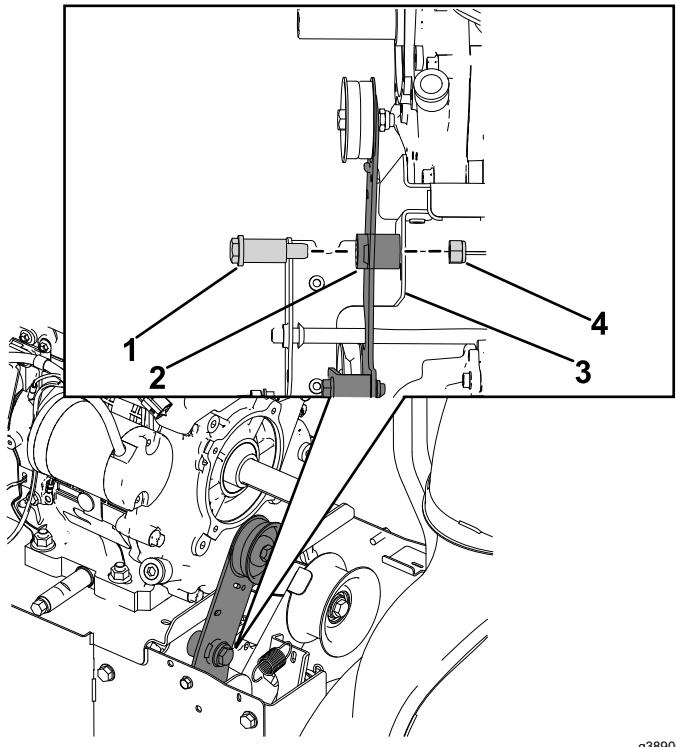

Figure 19
- Montez le bras d'embrayage de traction sur le support d'embrayage de frein, et fixez-le en place avec le boulon à épaulement neuf (7/16" x 1 3/4") et le contre-écrou (7/16") (Figure 19).